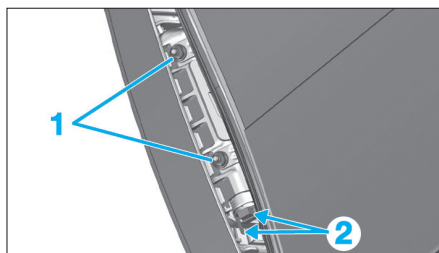

Fig. 6
- Déposer les écrous (1) et débrancher les connecteurs (2) (Fig.6).